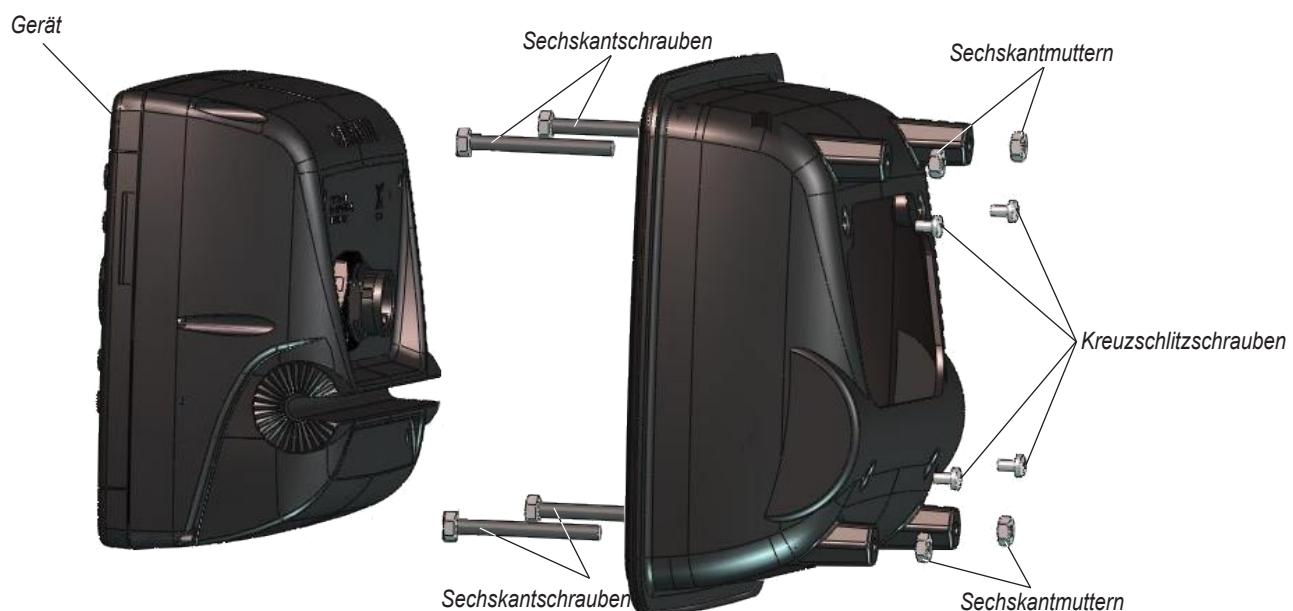

Abbildung 1
2. So setzen Sie die Teile des Einbau-Montagesatzes zusammen (siehe Abbildung 1):
- Setzen Sie die (4) Sechskantschrauben in das Gehäuse des Geräts so ein, dass diese an der Rückseite herausstehen.
- Befestigen Sie die Sechskantschrauben mit den (4) Sechskantmuttern an das Gehäuse des Geräts. Schrauben Sie die Muttern mit dem 9/32"t (7 mm) Schraubenschlüssel fest, ohne die Muttern zu stark anzuziehen.
- Bringen Sie das Gehäuse mit den (4) Kreuzschlitzschrauben am Gerät an.